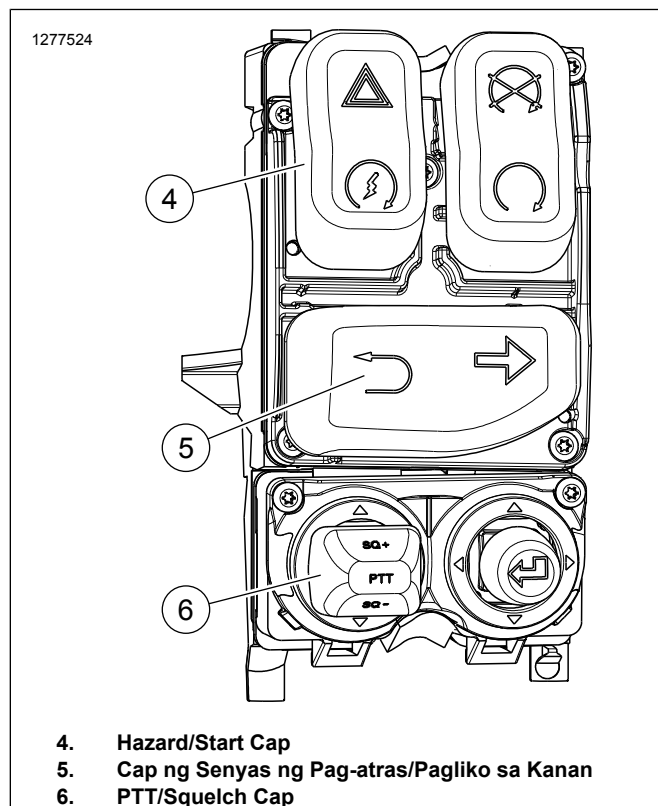

Figure 7. 2019 at Mas Bagong Kontrol sa Kanan na view pagkatapos ng pagpapalit ng Cap ng Switch
2. **Ma touring na modelo:** Tingnan ang Figure 7 . Ikabit ang modyul ng kontrol ng kanang kamay Piyesa Blg. 71500130C. Tingnan ang manwal ng serbisyo.
- c. Tingnan ang Figure 7 . Ikabit ang cap ng Senyas ng Pag-atras/Pagliko sa Kanan (5) sa bagong modyul ng kontrol.